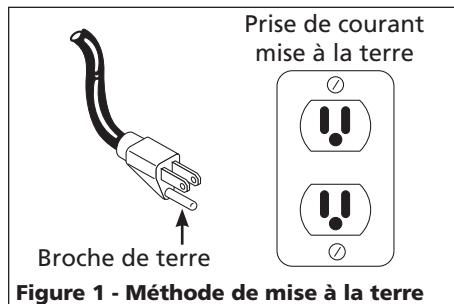

Figure 1 - Méthode de mise à la terre
1. Ce produit est conçu pour l'utilisation d'un circuit de 120 volts et a une fiche de mise à la terre comme celle indiquée sur la Fig. 1. Assurer que le modèle est branché à une prise de courant qui a la même configuration que la fiche. Ce produit doit être mis à la terre. Dans l'évenement d'un court-circuit, la mise à la terre diminue le risque de secousse électrique en fournissant un fil d'échappement pour le courant électrique. Ce produit est équipé avec un cordon qui a un fil de terre avec une fiche de terre. La fiche doit être branchée dans une prise de courant qui a été installée et mise à la terre correctement en respectant tous les codes et règlements locaux.